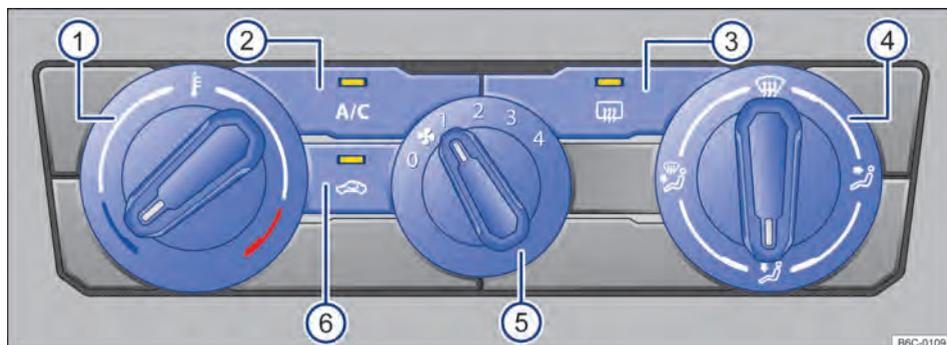

Fig. 82 Comandos do ar-condicionado.
- *Ar-condicionado*: girar o regulador do ventilador para o nível 0 → Fig. 82 (5).
- *Ar-condicionado*: pressionar o botão (A/C) → Fig. 82 (2) para ligar e desligar o funcionamento da refrigeração.
- *Ar-condicionado*: girar o regulador rotativo esquerdo → Fig. 82 (1).
- *Ar-condicionado*: girar o regulador do ventilador → Fig. 82 ⑤.
- *Ar-condicionado*: pressionar o botão  → Fig. 82 ⑥.
- *Ar-condicionado*: girar o regulador da direita → Fig. 82 ④ para posição desejada.
- *Ar-condicionado*: girar o regulador direito para a posição  → Fig. 82 ④.
- *Ar-condicionado*: pressionar o botão  → Fig. 82 ③.